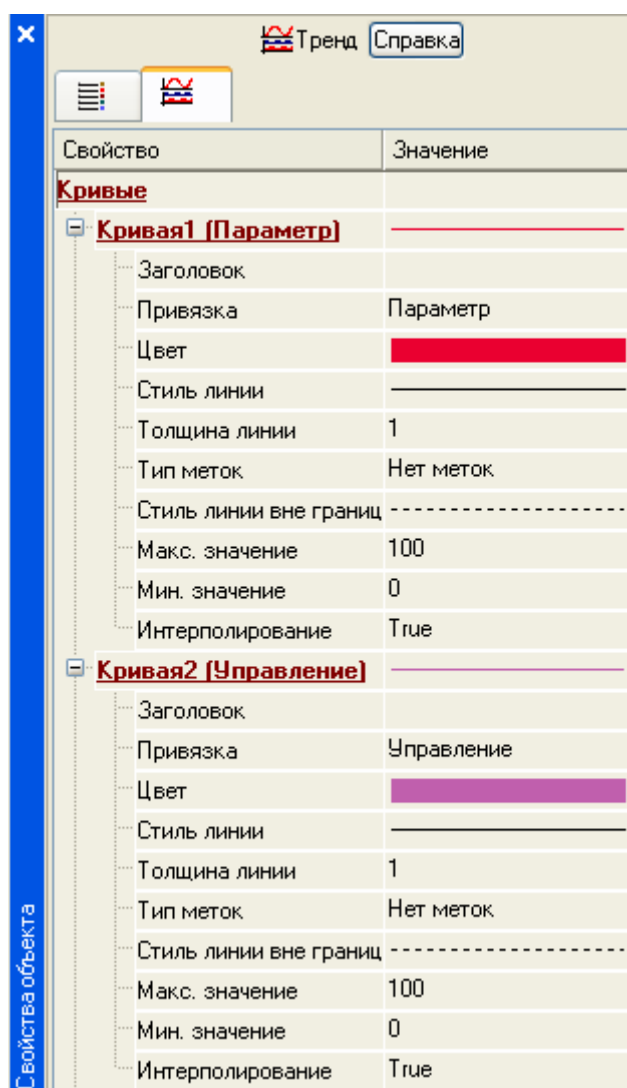

Рисунок 39 – Свойства графического элемента Тренд ГЭ примет вид рисунок 40.
**Кривые**, с помощью ПК создадим две новые кривые. Настроим их привязки к аргументам, толщину и цвет линий рисунок 39.